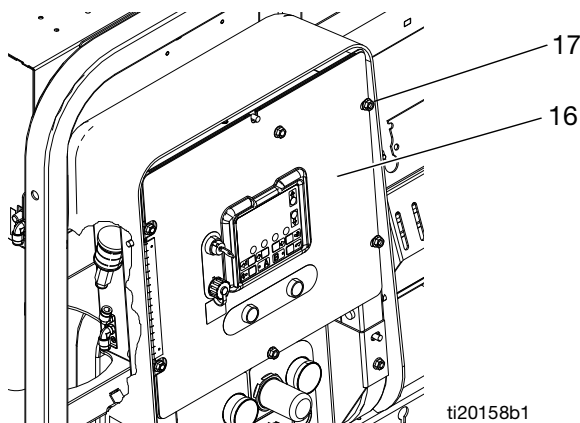

FIG. 3
3. Quite las cuatro tuercas (21) y luego retire las protecciones delantera y trasera (19, 20).
4. Retire cuatro tuercas (17); deje dos apretadas en el lado izquierdo del panel. Abra el panel delantero del cuadro de control (16). Consulte la Fig. 3.